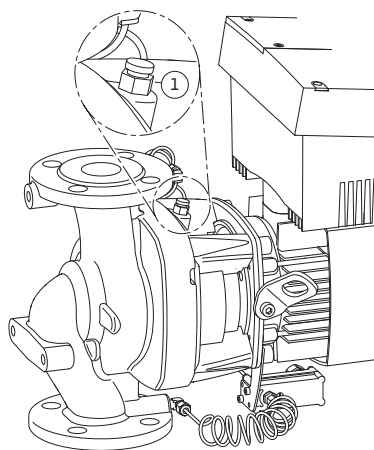

Fig. 45: Soupape d'échappement
- Purger la pompe en ouvrant les vannes de purge (fig. 45, pos. 1). La marche à sec détruit la garniture mécanique de la pompe. Le capteur de pression différentielle ne doit pas être purgé (risque de destruction).